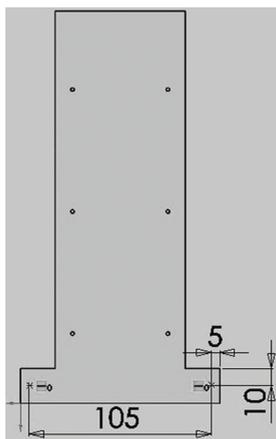

Figura 6.7 – Posicionando os furos
4.5 Posicione os furos conforme as medidas da Figura 6.7.